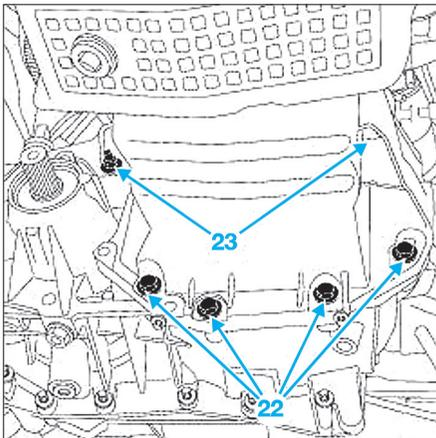

Fig. 20
- le support de boîte de vitesses (21),
- les vis inférieures de tour de boîte de vitesses (22) (Fig.20),
- les écrous des goujons de la boîte de vitesses (23),